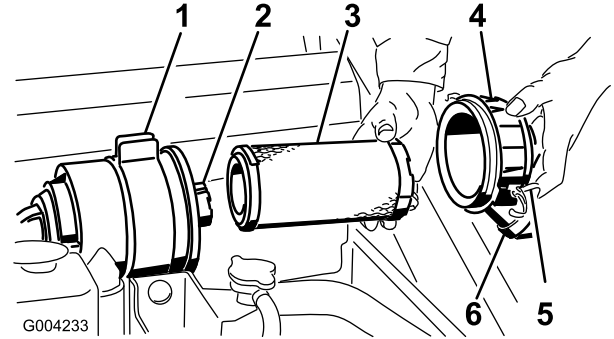

Bild 33
3. Lösen Sie die Riegel am Luftfilter und ziehen Sie die Abdeckung vom Gehäuse ab (Bild 33).
6. Schieben Sie den Hauptfilter vorsichtig aus dem Luftfiltergehäuse heraus (Bild 33). Vermeiden Sie ein Anstoßen des Filters an der Seite des Gehäuses.
9. Wenn Sie den Sicherheitsfilter auswechseln, schieben Sie den neuen Filter vorsichtig in das Filtergehäuse (Bild 33).
10. Schieben Sie den Hauptfilter vorsichtig auf den Sicherheitsfilter (Bild 33). Stellen Sie sicher, dass dieser einwandfrei einliegt, indem Sie beim Einbauen auf den äußeren Rand des Filters drücken.
11. Bringen Sie die Luftfilterabdeckung mit der Seite an, auf der UP gestanzt ist, und rasten Sie die Riegel ein (Bild 33).